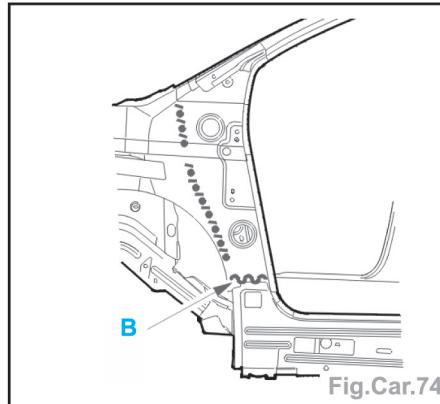

Fig.Car.74
- Appliquer un mastic d'étanchéité et de soudage (Fig.Car.74).